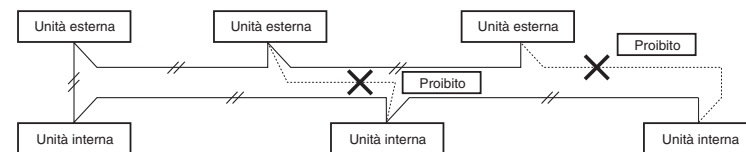

Fig. 5-1
- Non installare i fili di collegamento fra unità esterne in modo che formino un anello. (Fig. 5-1)